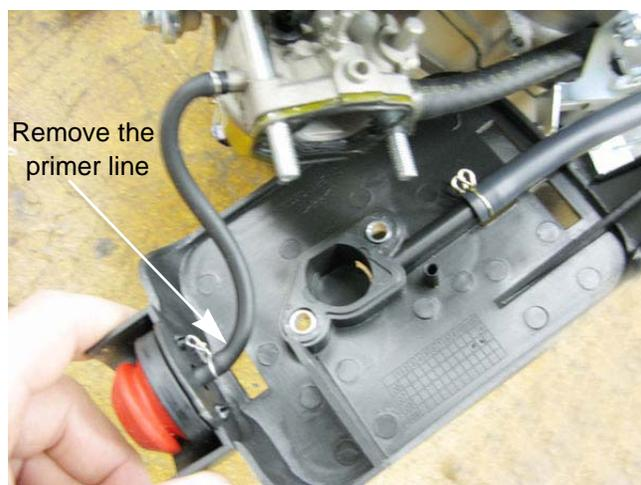

Figure 4.41
2. Disconnect the primer line from the primer bulb. See Figure 4.41.